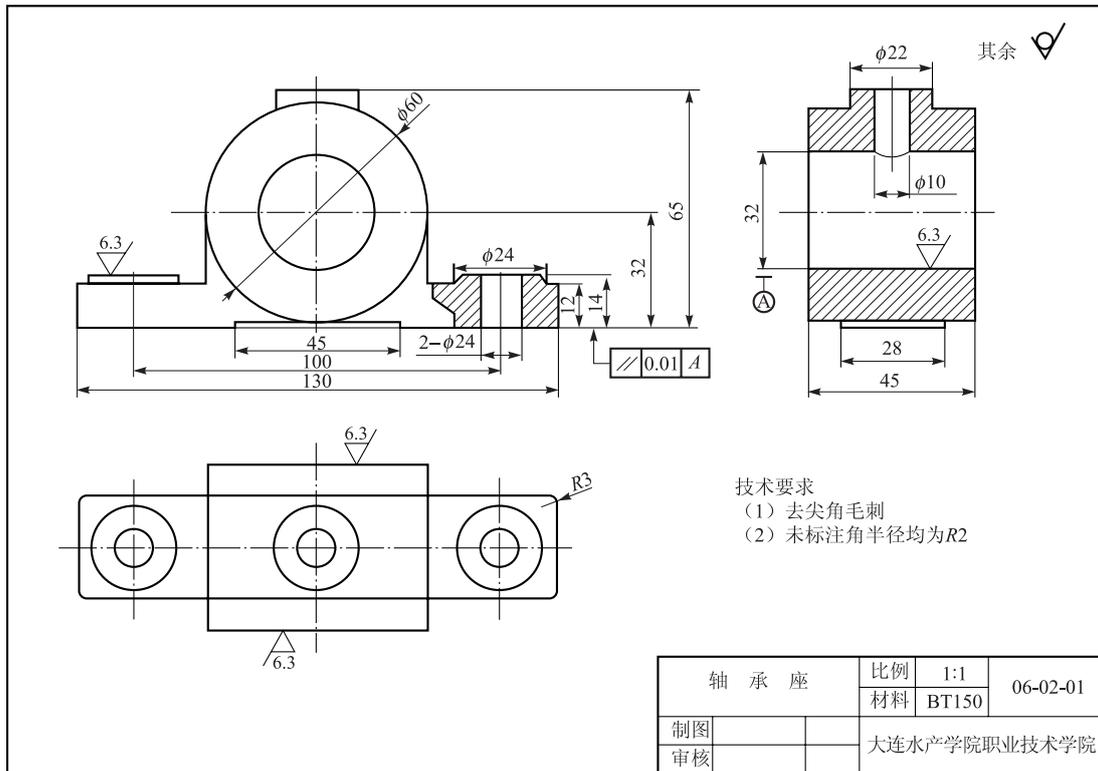

图 2-101 轴承座零件图
例题 2-19 绘制如图 2-101 所示的轴承座零件图。
(2) 绘制图形
- ① 绘定位线、各圆。
- ② 利用画直线、偏移、捕捉工具等绘制其他各水平、垂直线。
- ③ 利用修剪、圆角命令作各圆弧过渡，完成图形大部分轮廓的绘制。
- ④ 添加剖面线，完成图形绘制，如图 2-101 所示。
(3) 标注尺寸
① 标注线性尺寸：标注长度尺寸 130, 100, 45；高度尺寸 32, 65, 12, 14；宽度尺寸 28, 45。操作步骤如下如下。